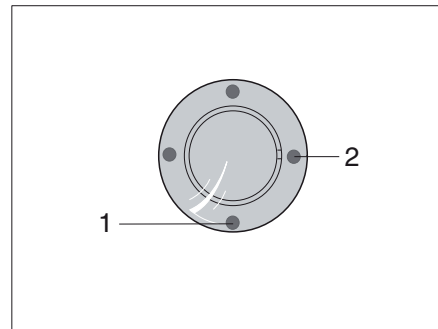
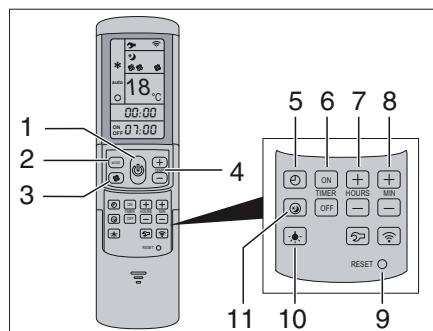

Fig. 120 Récepteur IR/Indication de fonctionnement
Fig. 121 Télécommande
La climatisation est montée sur le toit du véhicule. La télécommande (Fig. 121) pour la climatisation se trouve dans le coin cuisine.
- Raccorder le véhicule à l'alimentation 230 V. La climatisation est prête à fonctionner. La DEL bleue (Fig. 120,1) s'allume.
- Pour la mise en service, appuyer sur la touche (Fig. 121,1) de la télécommande. La DEL bleue (Fig. 120,1) clignote.
- Régler le mode de fonctionnement désiré avec la touche MODE (Fig. 121,2).
- Si nécessaire, régler l'étage de ventilateur désiré avec la touche (Fig. 121,3) et la température ambiante avec les touches (Fig. 121,4).
En fonctionnement de réfrigération: si la température réglée sur la télécommande est atteinte, la DEL (Fig. 120,1) bleue s'éteint, le compresseur s'arrête et le ventilateur à air pulsé continue de tourner.
En fonctionnement de chauffage: Si la température réglée sur la télécommande est atteinte, la DEL (Fig. 120,2) jaune s'éteint, le compresseur s'arrête et le ventilateur à air pulsé continue de tourner. Si la température ambiante est inférieure à la température réglée, l'appareil s'enclenche automatiquement à nouveau en fonctionnement de chauffage.
- Pour la mise hors service, appuyer à nouveau sur la touche (Fig. 121,1) de la télécommande.
- Pour la programmation, enclencher la climatisation avec la touche (Fig. 121,1) sur la télécommande.
- Régler le mode de fonctionnement désiré avec la touche (Fig. 121,2) et la température ambiante avec les touches (Fig. 121,4).
- Sélectionner la fonction désirée avec les touches (Fig. 121,6) :
- Avec les touches (Fig. 121,7 et 8), sélectionner la durée de commutation désirée (15 minutes à 24 heures).
- Confirmer le réglage avec les touches "ON" ou "OFF" (Fig. 121,6).